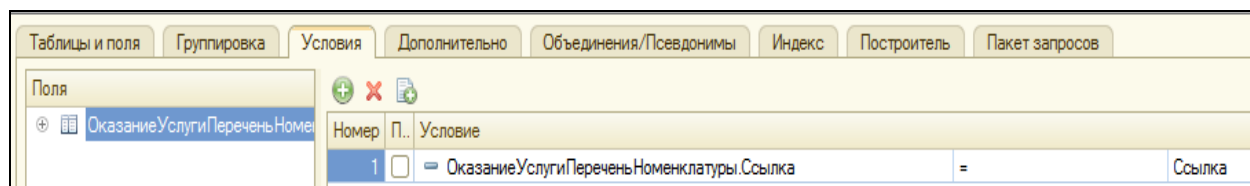

Рисунок 5.2 Условие отбора из таблицы
5. Раскрыть группу **ОказаниеУслугиПереченьНоменклатуры**. Перетащить поле **Ссылка** в список условий запроса (рис. 5.2).